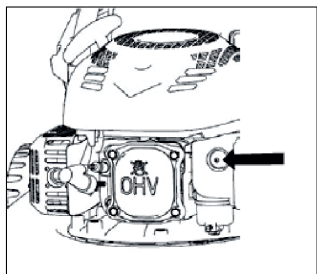

Рис. 10
1. Нажмите 5-7 раз на кнопку праймера для заполнения карбюратора топливом (Рис. 10)